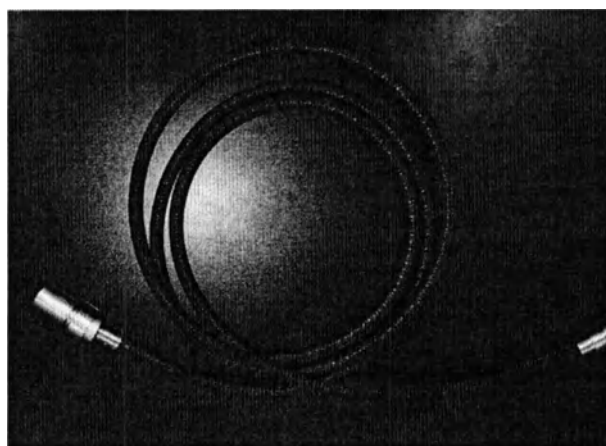

Рис. 12.27 – Волоконная система вывода излучения тип Б
12.12.1 Волоконная система вывода излучения тип Б представляет собой волоконный кабель в защитной гибкой оболочке с разъемом на обоих концах для подключения к прибору и манипуляторам. Внешний вид волоконной системы вывода излучения тип Б представлен на рис.12.27.